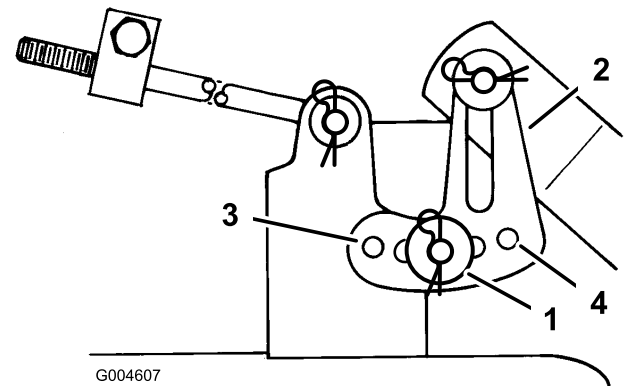

Bild 42
11. Entfernen Sie den Splint und die Scheibe von der Nivellierhalterung (Bild 42).
12. Setzen Sie die Nivellierhalterung in ein anderes Loch ein und montieren Sie die Scheibe und den Splint (Bild 42).